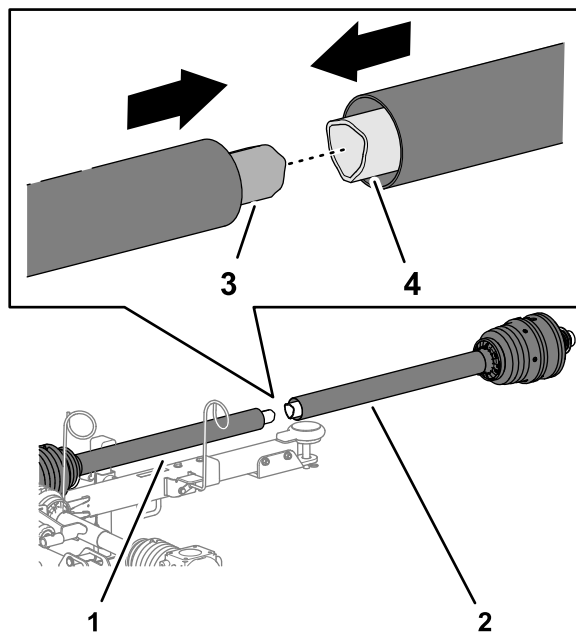

Figura 8
- Alinee el tubo interior de la mitad del árbol de transmisión de la TDF trasera con el tubo exterior de la mitad del árbol de transmisión de la TDF delantera y deslice los tubos juntos (Figura 8).